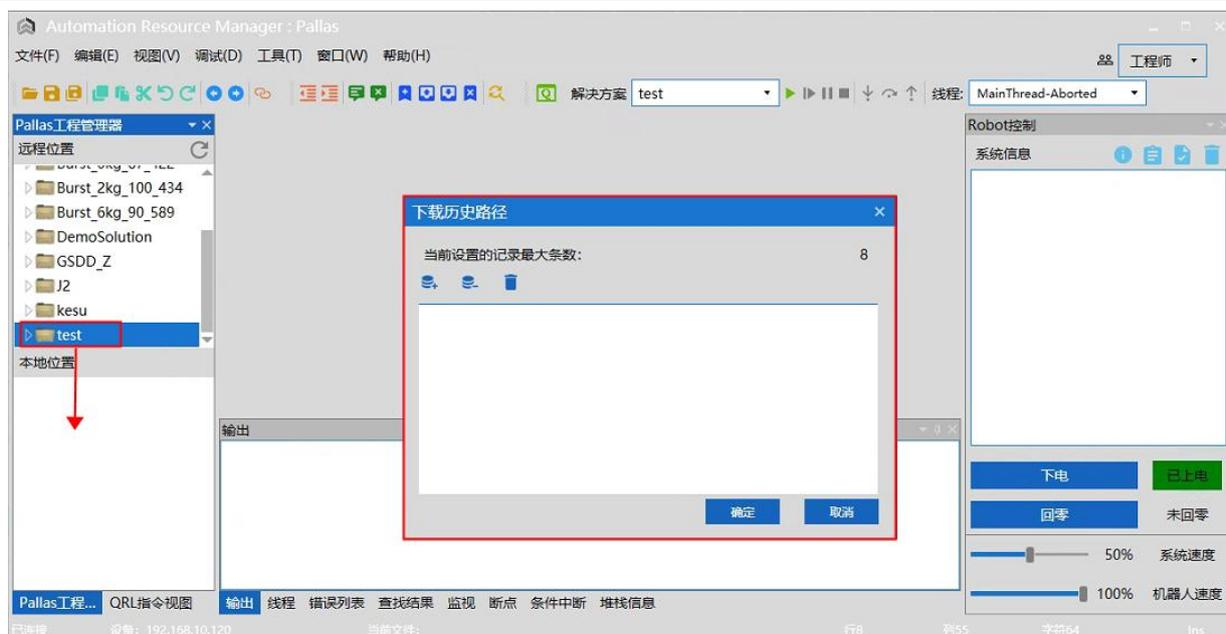

图 6-44 保存本地位置
**步骤1** 选择需要保存的解决方案文件夹，如“test”，点击“test”拖动到下发的<本地位置>，此时会弹出下载历史路径，如图 6-44 所示。